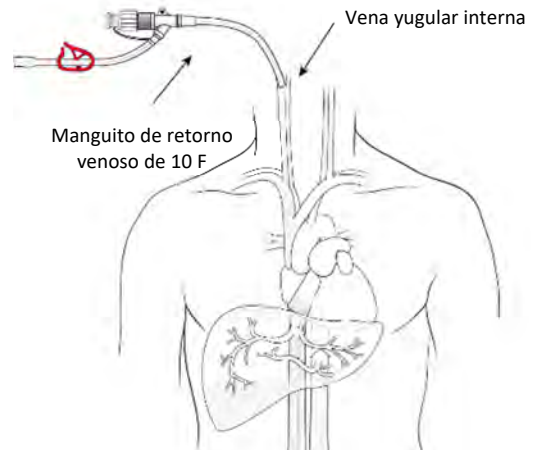

Figura 22
- (a) Conecte la válvula de cierre al tubo del puerto lateral del manguito. Usando la técnica de Seldinger estándar (con guía por ultrasonido), inserte el manguito de retorno venoso en la vena yugular interna (preferentemente la cara derecha de la vena yugular interna; véase la figura 22). Lave el manguito con solución salina isotónica heparinizada estéril. Cierre la válvula de cierre. El uso de la guía ecográfica y una sola punción de la pared anterior de la vena son necesarios para evitar la punción inadvertida de la arteria carótida. Si se produce inadvertidamente una punción de la arteria carótida, el procedimiento debe anularse y aplazarse a una fecha posterior. Inserte el obturador a través de la válvula posterior a la colocación del manguito.